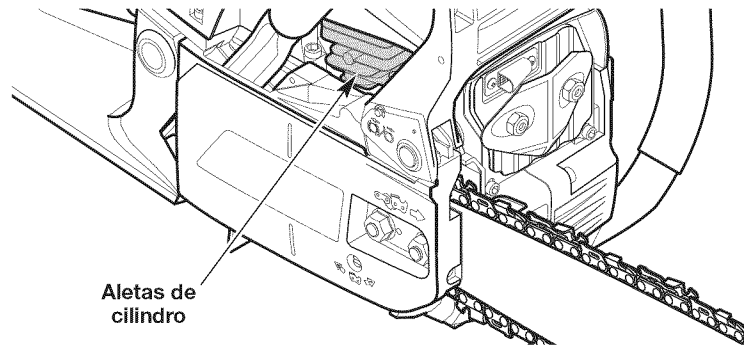

Fig. 47
4. Utilice aire comprimido, hasta 40 PSI, para extraer los desechos de las aletas del cilindro (Fig. 47). Las aletas del cilindro deben limpiarse en forma regular para reducir el riesgo de lesiones personales o daños a la unidad ocasionados por el fuego. Utilice siempre antiparras/anteojos de seguridad cuando utilice aire comprimido. No utilice agua u otros líquidos para limpiar las aletas del cilindro. Utilice un cepillo de metal pequeño para eliminar desechos rebeldes. Si aún sigue habiendo una cantidad significativa de desechos, haga que la unidad sea limpiada por Sears u otro distribuidor de servicio calificado.